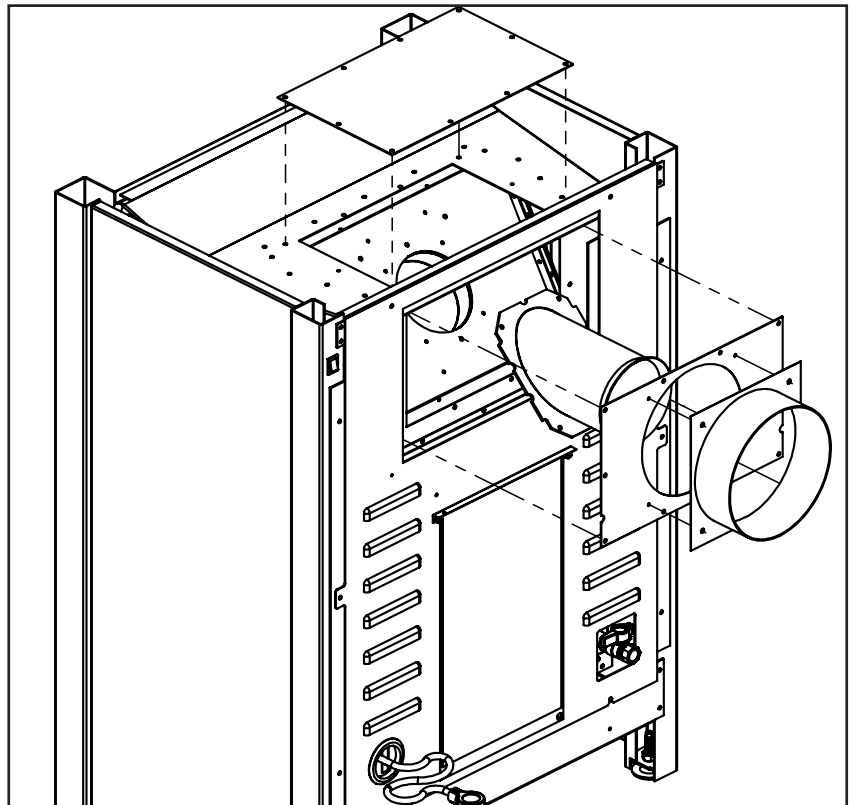

Figure 27: Conversion de ventilation – Étape 3
Étape 3 : inversez les pièces retirées comme indiqué sur la figure 27 et réinstallez les 28 vis. Pour installer correctement la plaque de base, conservez l'encoche de positionnement de chaque côté en bas. Notez également que le robinet d'échappement utilise un ensemble de trous inférieurs lorsqu'il est configuré comme évènement arrière.
Un cadre de 10 po (254 mm) x 10 po (254 mm) (voir la figure 27) assurera le support et l'espacement appropriés pour le tuyau d'évacuation lorsqu'il traverse le mur. Les installations au Canada nécessitent l'utilisation d'un manchon mural pour traverser les murs et les plafonds. Tous les pare-vapeur et pare-vapeur doivent être conformes aux codes du bâtiment local.